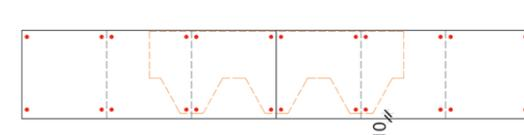

Рис. 17. Схема крепления коньково-карнизной черепицы Döcke на карнизе.
7.1.4 Крепеж карнизной черепицы осуществляется на кровельные гвозди (тип 1, таблица №1). Отступ гвоздя от верхнего края карнизной черепицы составляет 25 мм. Нижний ряд гвоздей, места стыков и перфорация должны закрываться лепестками первого ряда гонтов гибкой черепицы (рис. 17).
8.2.13 Нижняя кромка гонтов первого ряда должна отступать на 10 мм от нижней кромки карнизной полосы (рис. 17). Гонты ламинированной черепицы Döcke должны отступать на 10 мм от перегиба карнизной планки, т.к. не требуют применения карнизной черепицы.